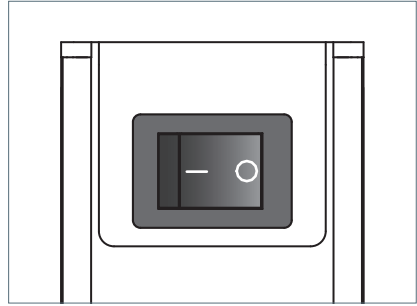

Fig. 4: Interrupteur.
- ▶ Appuyez sur l'interrupteur, voir Fig. 4.